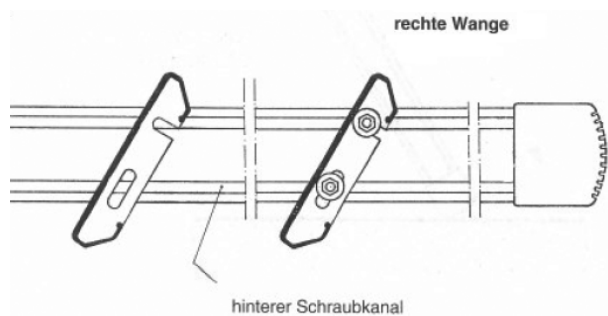

Abb. 5
- 4.1** Die Stufen sind so einzubauen, dass das Langloch über dem hinteren Schraubkanal liegt (Abb. 5).